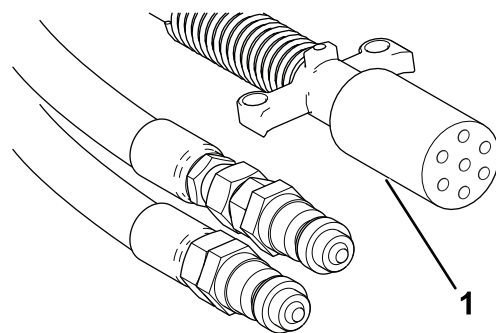

Figura 21
8. Conecte el cable de alimentación enrollado de 7 pines a la toma de la máquina y del vehículo de remolque (Figura 21).